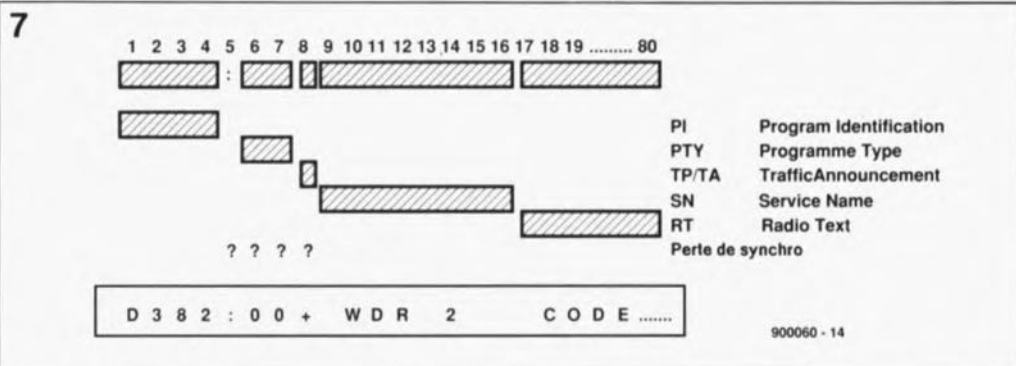

Figure 7. Distribution des informations visualisées par l'afficheur LCD.
S'il y réussit, on verra, comme l'illustre la figure 7, apparaître l'information d'identification de programme PI de la station sous la forme de 4 caractères hexadécimaux, ceux placés le plus à gauche de l'affichage. Après un double point de séparation, on trouve aux 2 positions suivantes le type de programme, PTY, information exprimée elle aussi sous format hexadécimal. Cette information est suivie par un "+" ou un "-", selon que l'émetteur concerné diffuse ou non des informations de trafic (TP). Lors de l'émission d'informations routières (TA = 1), on voit apparaître à cet endroit un rectangle noir. Les 8 dernières positions de l'affichage servent à la visualisation du nom de la station. Outre les 16 caractères évoqués, l'affichage procède à une mémorisation interne de 64 caractères supplémentaires. C'est sur ce champ que l'on trouve alors les informations de Radio-texte (RT).